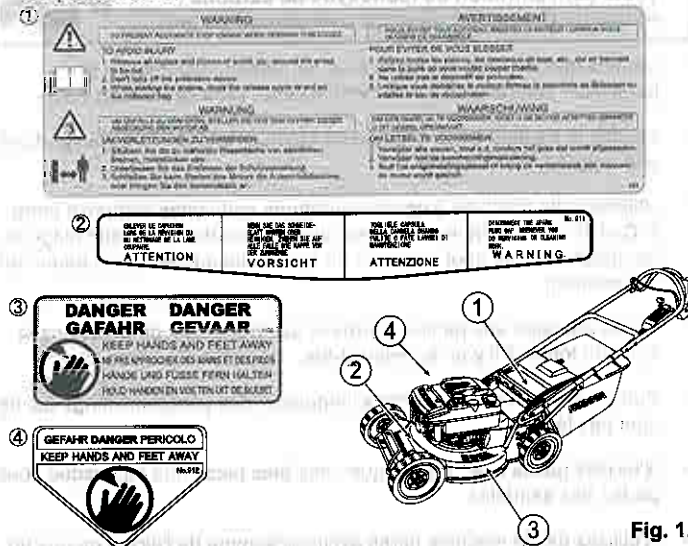

Fig. 1.
- Les étiquettes de sécurité sont fixées sur la tondeuse à gazon ainsi qu'illustré dans la **figure 1**.